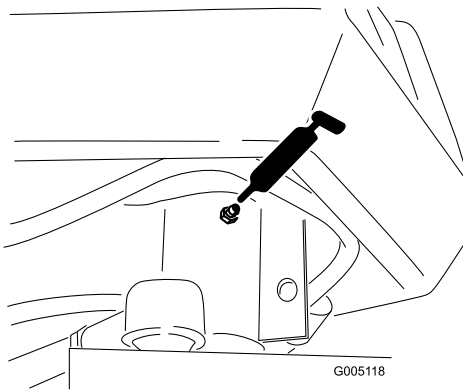

Figura 40
- Eixo da direcção (1) (Figura 40)
- Extremidade da barra (Figura 40)